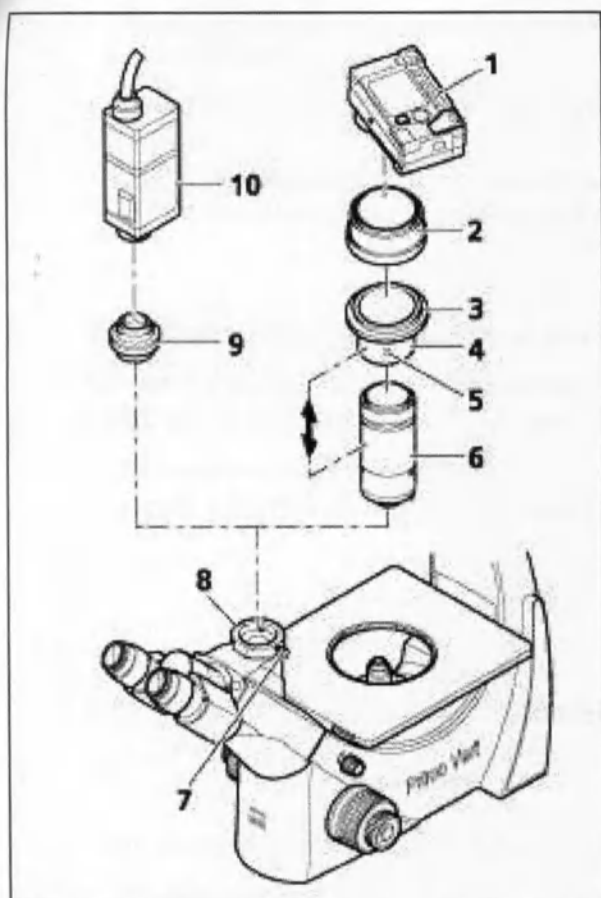

Рис. 18 Установка камеры
- Отвинтите зажимный винт (рис. 18/7) и снимите пылезащитный колпачок с фото-выхода (рис. 18/8) тринокулярного тубуса.
- Скользящий патрон (рис. 18/4), резьбовое адаптерное кольцо M37/52 (рис. 18/3) и оправа линзы (рис. 18/6) поставляются предварительно смонтированными в качестве **Адаптера цифровой камеры P95 M37/52x0,75**.
На рисунке рядом представлено демонтированное состояние. Далее на скользящем патроне (рис. 18/4) можно отвинтить резьбовое адаптерное кольцо M37/52 (рис. 18/3) (не представлено), так что тогда могут устанавливаться камеры с M37.
- Установите адаптерное кольцо (рис. 18/2) (в объеме поставки камеры) на камеру (рис. 18/1) (см. инструкцию по применению камеры).
- Ввинтите блок, состоящий из скользящего патрона (рис. 18/4), резьбового адаптерного кольца M37/52 (рис. 18/3) и оправы линзы (рис. 18/6), в адаптерное кольцо (рис. 18/2).
- Вставьте камеру с адаптером до упора в фото-тубус, выровняйте и зафиксируйте зажимным винтом (рис. 18/7).
- В зависимости от оборудования микроскопа или применяемой камеры, возможно, следует оптимизировать расстояние между объективом камеры и оправой линзы (рис. 18/6) (см. двойную стрелку). Это необходимо особенно тогда, когда ни в каком положении Zoom объектива камеры нельзя получить необрезанное изображение. Для этого необходимо провести следующие настройки камеры:
- Отвинтите установочный винт (рис. 18/5).
- Измените масштаб объектива камеры с широкоугольного (W) на теле (T).
- Снова притяните установочный винт (рис. 18/5).
Камеры с резьбой C-Mount присоединяются к фото-тубусу микроскопа с помощью адаптеров камеры P95-C 2/3" 0,65x или P95-C 1/2" 0,5x (рис. 18/9).
- Вставьте камеру (рис. 18/10) вместе с соответствующим адаптером камеры (рис. 18/9) до упора в фото-тубус, выровняйте и зафиксируйте зажимным винтом (рис. 18/7).